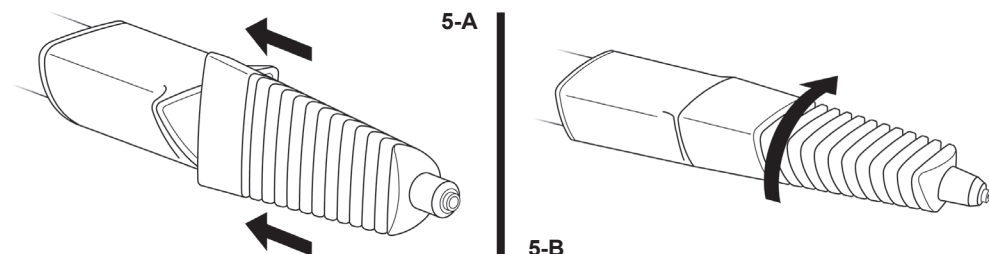

FIGURE 5
4. Faites glisser la Buse directrice sur le Tuyau de rallonge, en vous assurant de la pousser aussi loin que possible (FIGURE 5-A). Faites tourner la Buse directrice dans le sens horaire jusqu'à ce qu'elle se fixe en place et qu'il soit impossible de la tourner davantage (FIGURE 5-B).